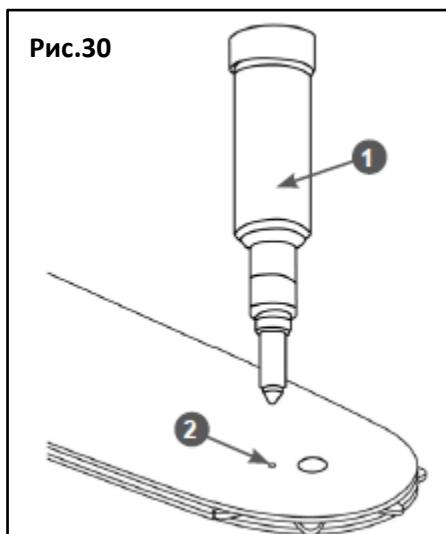

Рис.30
Шприц- масленка (1) имеет наконечник в виде иглы, который эффективно смазывает подшипник ведомой звездочки (2) (Рис. 30).